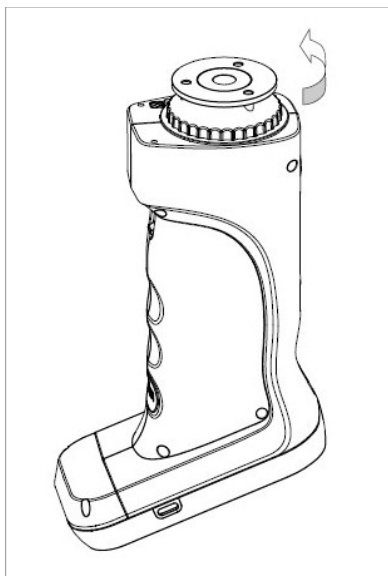

Рис. 42 Установка измерительной апертуры
1) Поверните измерительную апертуру против часовой стрелки и снимите ее (рис. 42), затем установите другую апертуру, повернув её по часовой стрелке.